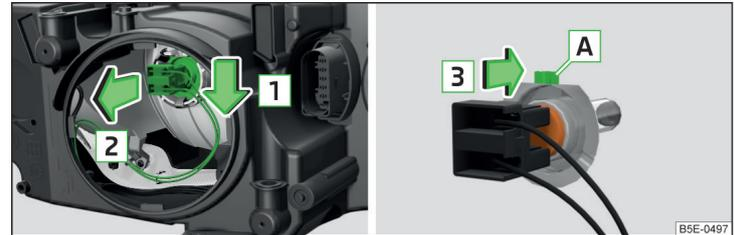

Abb. 237 Scheinwerfer mit Halogen-Licht: Glühlampe für Ablendlicht
- Den Stecker mit der Glühlampe in Pfeilrichtung **1** lösen » Abb. 237.
- Eine neue Glühlampe so einsetzen, dass die Fixiernase **A** » Abb. 237 an der Glühlampe in die Ausparung am Reflektor passt.